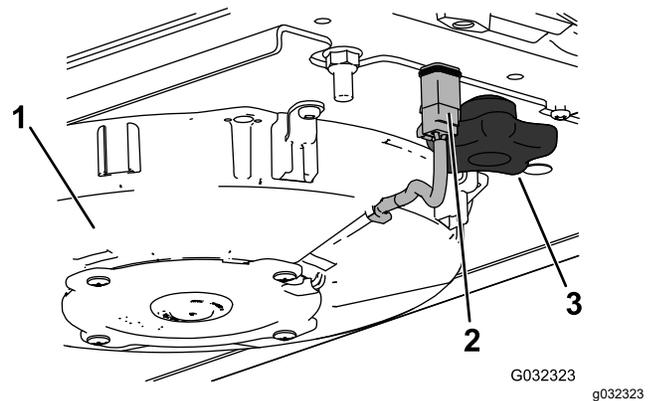
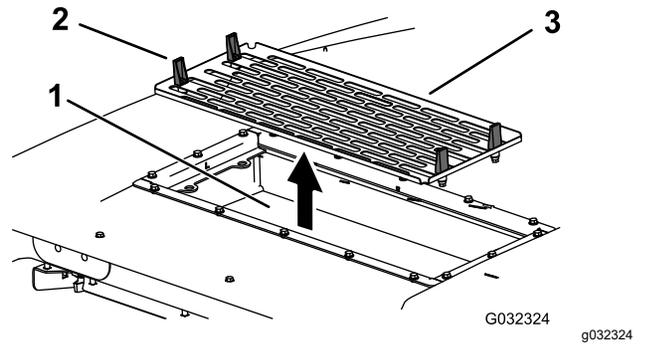

Bild 150
Bild 151
6. Bauen Sie Luftfilter, Gitter und Klimaanlage wieder ein (Bild 148, Bild 150 und Bild 151).
7. Schließen Sie das Kabel jedes Lüfters an (Bild 150).